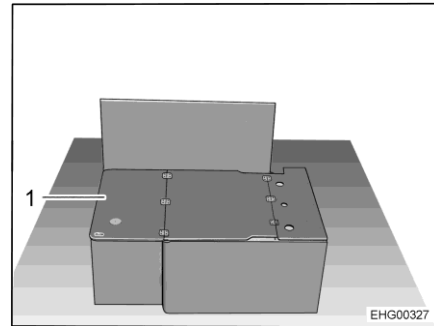

Fig. 33 Divano senza cuscino
- Ribaltare il piano di appoggio (Fig. 33,1) di 180° e appoggiarlo sul coperchio della cassapanca.